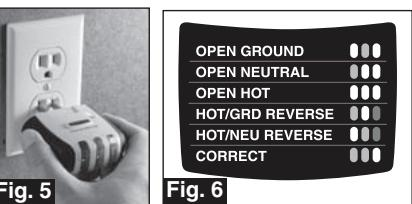

Fig. 5
- Enchufe la unidad en cualquier tomacorriente de 120 VCA de 3 conductores. (Fig. 5)